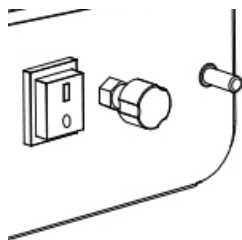

Figura 3
- Regolare fiamma e potenza ruotando la manopola di regolazione in senso antiorario per incrementarne il livello o in senso orario per diminuirlo (figura 3).